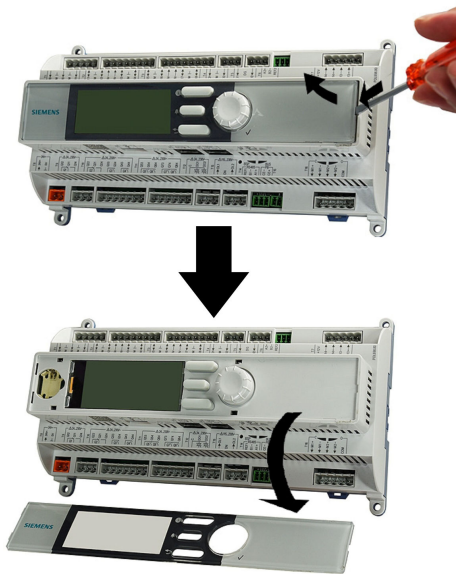

Abb. 9: Frontabdeckung entfernen
2. ▶ Kunststoff-Frontabdeckung mit einem Schraubendreher mit geringer Klingenbreite entfernen (siehe Abb. 9).